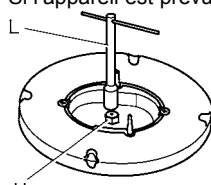

Fig.8
- Avec une clé droite L, dévisser l'injecteur U (fig.8) et la remplacer par l'injecteurs adéquate.